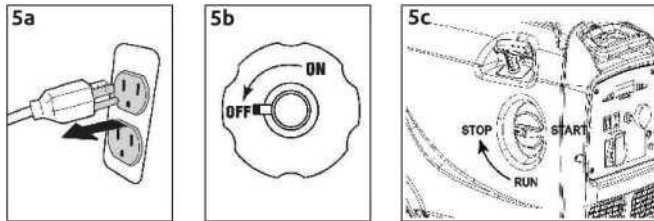

Рисунок 5 - Остановка двигателя
- Отключите приборы от генератора (рис. 5а).
- Переведите клапан топлива в положение ОЕР (рис. 5б).
- Для остановки двигателя, переведите тумблер в положение 8ТОР (рис. 5с).